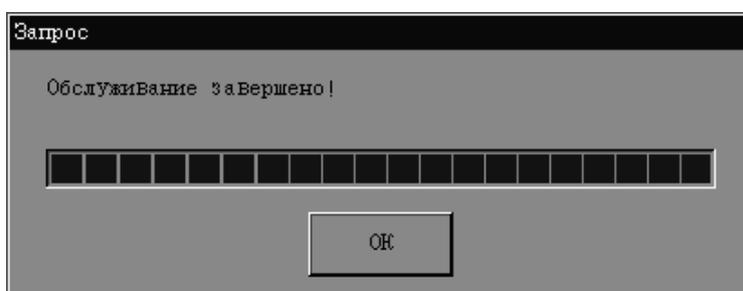

Рис. 10-24 Диалоговое окно
3. По завершении прочистки откроется диалоговое окно (Рис. 10-24). **НАЖМИТЕ «Ок»**, чтобы закрыть это окно.